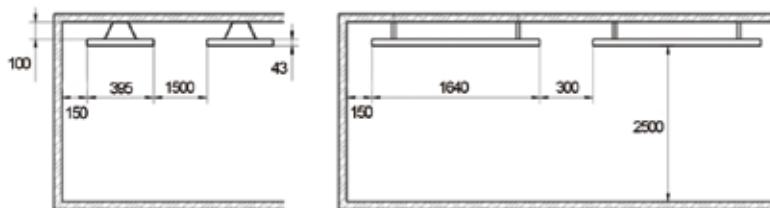

Рисунок 3
- подсоединить провода к клеммной колодке обогревателя согласно рис. 3 При-